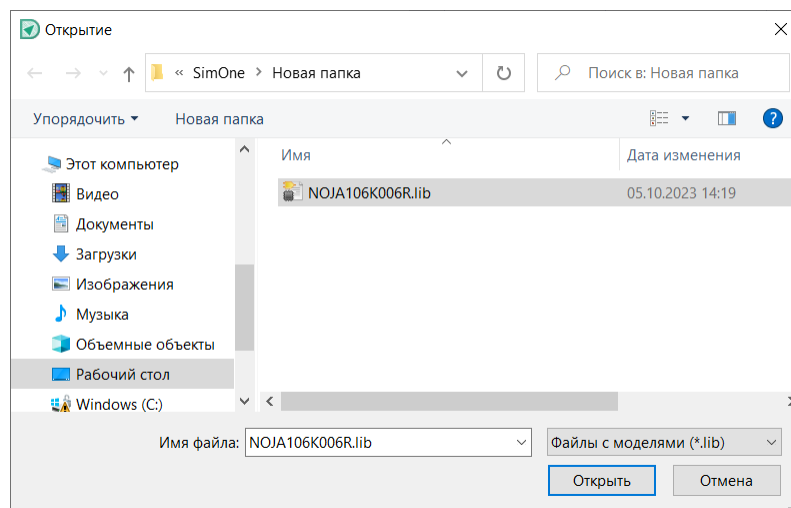

Рис. 17 Выбор файла SPICE-модели
3. В окне проводника выберите нужный файл SPICE-модели с расширением *.lib, Рис. 17.